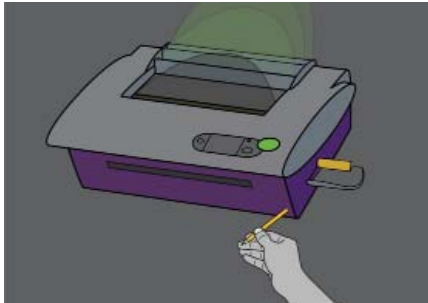

ABBILDUNG 45
2. Sie können das Gerät öffnen, indem Sie einen Stift oder Schraubendreher in die kleine Öffnung an der rechten Unterseite der Maschine stecken (siehe Abbildung 45). Die obere Abdeckung des Gerätes ist nun entriegelt.